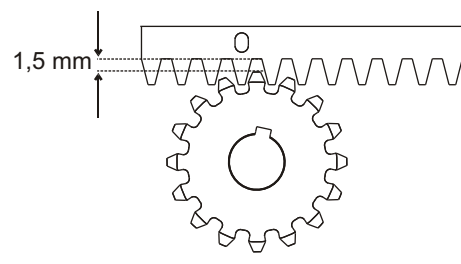

Fig. 12
6.6. Toute la crémaillère doit être élevée de 1,5 mm pour éviter que le poids du portail repose sur le pignon (fig. 12),